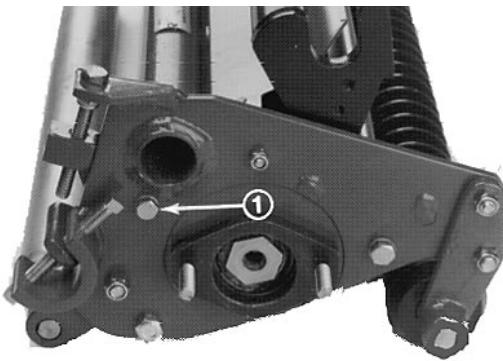

Bild 4
1. Die Sicherungsschraube an der Seite der Mähspindel lockern (Bild 4).